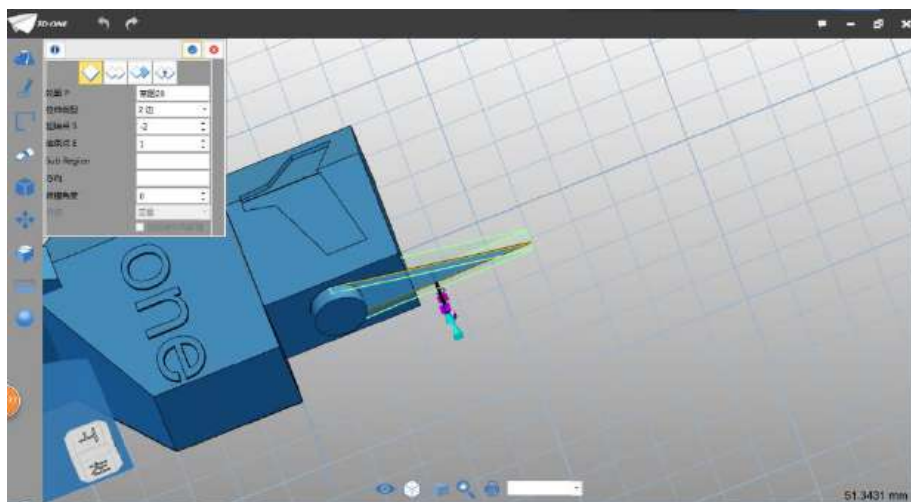

图 2-21
Step 21 选择拉伸命令，拉伸类型选择 2 边，起始点设为-2，结束点设为 1，布尔运算设为基体，如下图 2-21 所示：